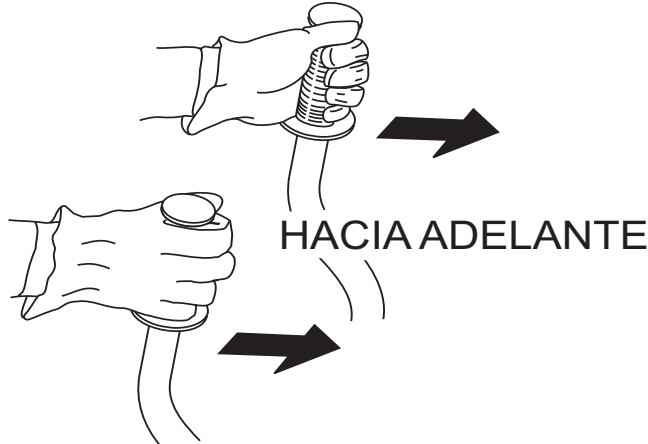

Figura 11. Palancas de control izquierda y derecha
- Empuje ambas palancas de control la izquierda y la derecha. Consulte Figura 11.